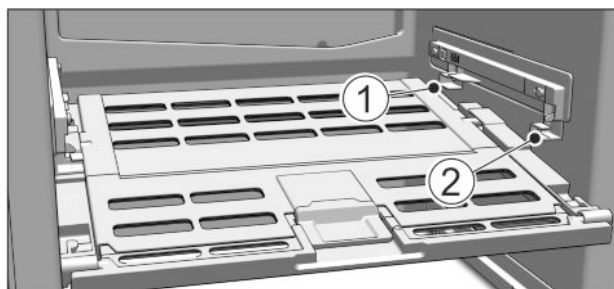

Fig. 50
- ▶ A zöldséges & gyümölcsös rekesz fedelének behelyezése: Alulról vezesse be a fedél bordáit a hátsó tartóba Fig. 50 (1), elől pedig pattintsa be őket a tartóba Fig. 50 (2).